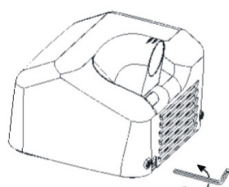

Рис. 1 CCW
1. — Полностью открутить винты против часовой стрелки (CCW) с помощью прилагаемого специального гаечного ключа (см. рис. 1).